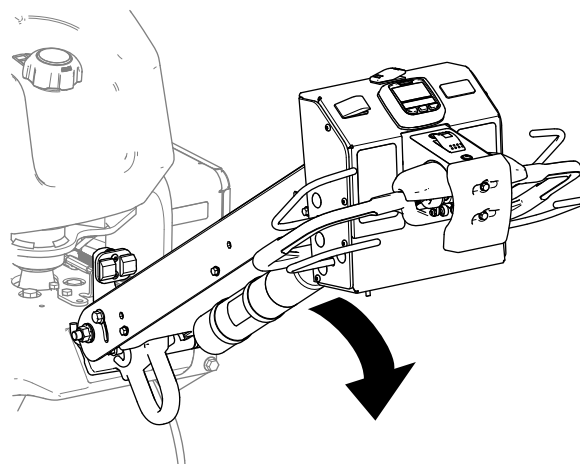

Figura 76
2. Abbassate la maniglia per rilasciare il freno di stazionamento (Figura 76).